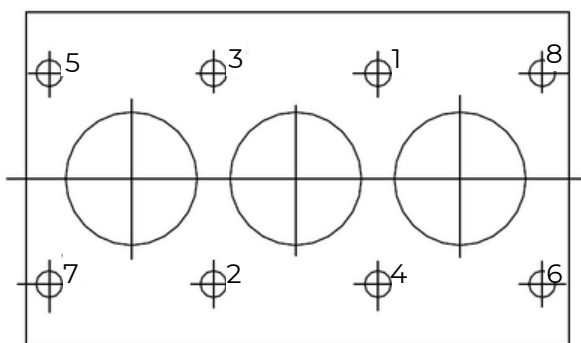

Abb. 1
- Zylinderkopfschrauben nach dem vorgeschriebenen Anzugsverfahren (siehe Abb.1) erneut anziehen
Hinweis zur Anzugsreihenfolge der Zylinderkopfschrauben (Abb. 1)